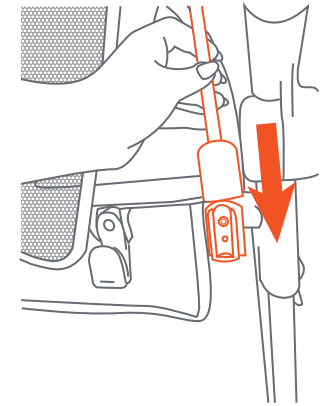

Fig. 8a
- 8) • **To install the canopy:** Slide one of the canopy rods down onto the plastic tab (Fig. 8a). Repeat for the other 3 canopy rods.
- **Para instalar la cubierta:** Deslice una de las varillas de la cubierta hacia abajo sobre la pestaña de plástico (Fig. 8a). Repita el procedimiento para las otras 3 varillas de la cubierta.